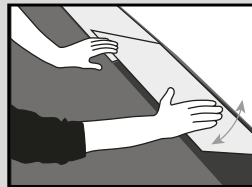

Fig. 2
2. Posez la première rangée en s'assurant que les bords courts sont bien emboîtés (Figure 2).